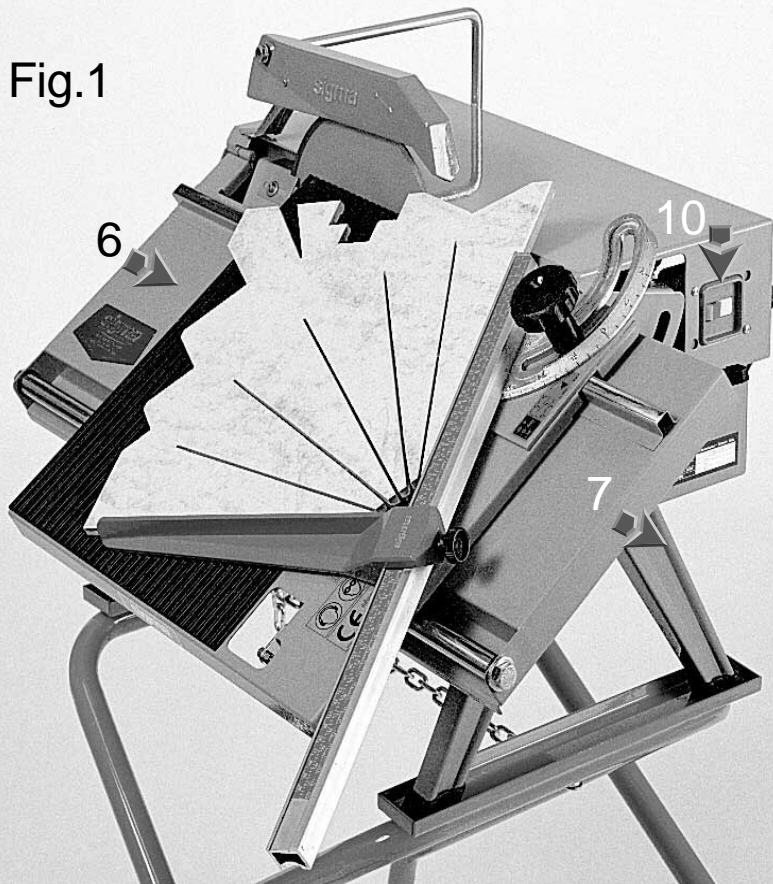

Fig.4
-49-Tjek at flisen har fuld anlæg med landet (fig. 4).